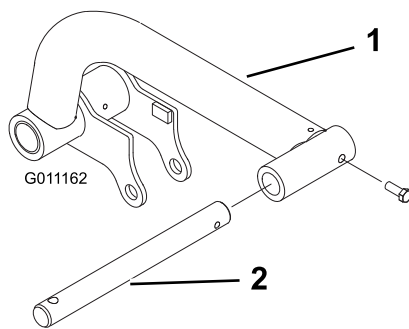

Figura 14
2. Insira uma haste de articulação em cada braço de elevação e alinhe os furos de montagem (Figura 14).